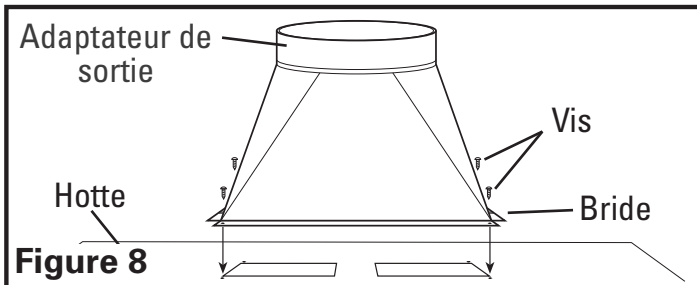

Figure 8
2. Installer l'adaptateur mural de la bonne taille requise (disponible séparément) à la hotte en appariant les quatre trous sur la bride de l'adaptateur aux quatre trous correspondants sur la hotte et fixer en place avec les vis comprises. Assurez-vous que le joint est étanche autour de l'adaptateur en sécurisant tous les raccords avec du ruban de gaine (Figure 8).